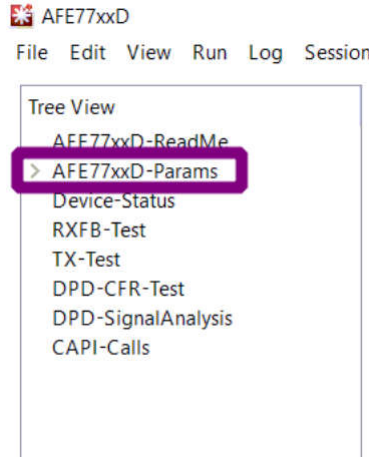

图 4-5. 导航至 AFE77xxD-Params
11. 在 Latte 软件完成初始化步骤后，点击软件窗口左面板上的“AFE77xxD-Params”，转到“AFE77xxD Params”选项卡。图 4-5 显示了如何导航到软件面板上的相应选项卡。